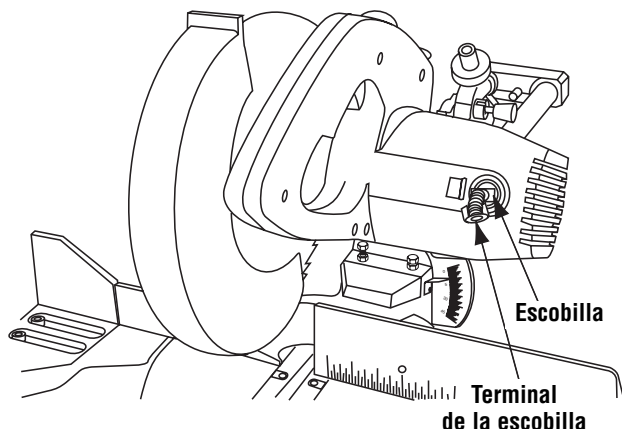

Figura 38. Escobilla del motor
3. Tire de la escobilla para sacarla (Figura 38). Repita la operación para el lado contrario.